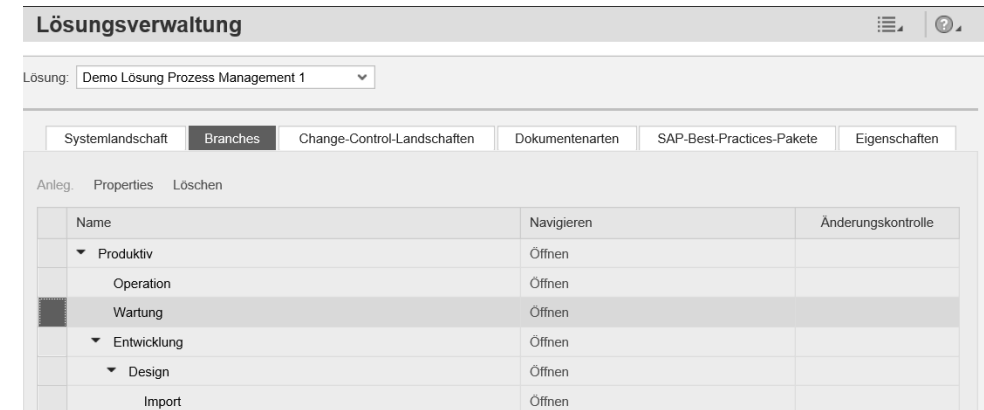

Abbildung 3.24 Versionsbaum für das Application Lifecycle Management
**Hierarchie der Branches** Die Branches sind also hierarchisch angeordnet. Der Produktiv-Bran- ch dient als Stamm-Bran- ch. Die Branches für Wartung, Entwicklung und Betrieb werden darunter zugeordnet (siehe Abbildung 3.24). Weitere Bran- ches wie Design und Import liegen unterhalb des Entwicklungs-Bran- ches.